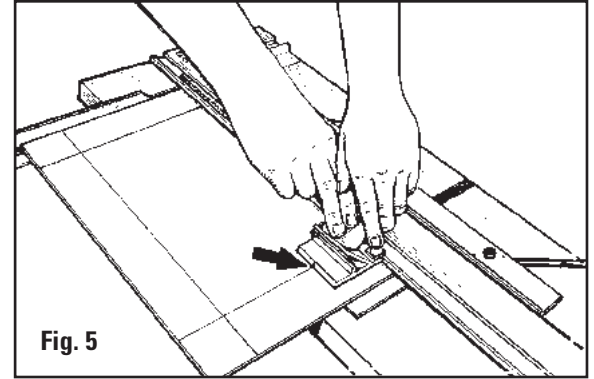

Fig. 5
- Placez le couteau de sorte que le repère de début et de fin s'aligne avec la ligne tracée la plus proche de la partie supérieure de l'appareil. **Fig. 5**
- Avec la main gauche, appuyez sur le goujon anti-glissement et faites pivoter fermement le support de lame dans la feuille. **Fig. 5**
- Positionieren Sie den Schneider so, dass die Start- und Stopp-Anzeigelinie mit den markierten Linien oben auf der Maschine ausgerichtet sind. **Abb. 5**
- Drücken Sie mit der linken Hand den Kriechschutzstift und drehen Sie den Klingenhalter fest nach unten in das Passepartout. **Abb. 5**
- Coloque el cortador de modo que la línea Indicadora de Inicio y de Parada se alinee con la línea marcada lo más cercana posible a la parte alta de la máquina. **Fig. 5**
- Presione hacia abajo con la mano izquierda el Pasador Anti-Arrastre y gire firmemente el Sujetador de la Cuchilla abajo dentro de la lámina perimétrica. **Fig. 5**
- Posizionare la taglierina in modo tale che l'indicatore di inizio e di fine si allinei con la linea tracciata più vicina alla cima dell'attrezzo. **Fig. 5**
- Con la mano sinistra premere il perno anticivolo e inserire il portalama nel passepartout ruotandolo verso il basso. **Fig. 5**
- Faites glisser la butée du rail de guidage jusqu'à ce qu'elle entre en contact avec la tête de découpe en biseau et serrez. **Fig. 5**
- Deslice el tope del carril guía superior hacia usted hasta que haga contacto contra el cabezal de corte biselado y apriete. **Fig. 5**
- Schieben Sie den oberen Führungsschienenanschlag zu sich hin, bis er Kontakt mit dem Winkelschneidekopf hat. Ziehen Sie ihn dann fest. **Abb. 5**
- Far scorrere verso di voi l'arresto superiore della rotaia di guida finché non tocchi la testa per tagli a smusso e serrare. **Fig. 5**